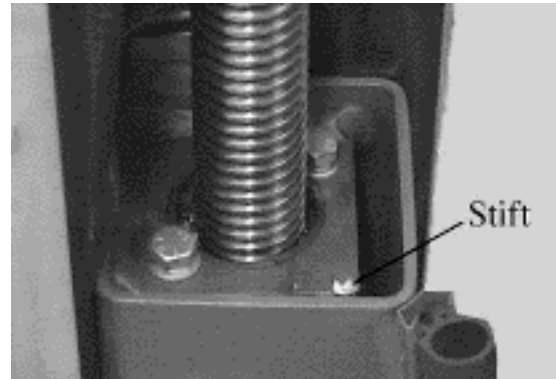
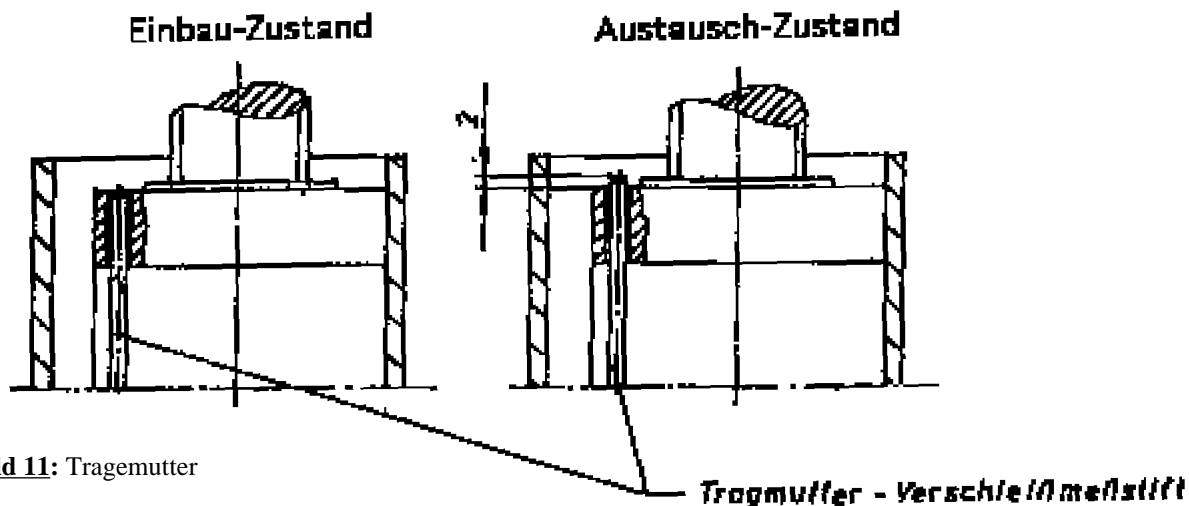

Bild 10: Hubschlitten mit Stift
Bild 11: Tragmutter
- Tragmutter (Optische Verschleißmessung): Zur Überprüfung der Tragmutter wird zunächst die Abdeckung vor der Hubspindel entfernt. In der Tragplatte ist ein Stift eingebaut (siehe **Bild 10**). Dieser muß mit der Oberkante der Tragplatte (im
Hubschlitten oben) bündig sein (Einbau-Zustand siehe **Bild 11**). Schaut nun der Stift bei der jährlichen Prüfung 2 mm nach oben heraus (Austausch-Zustand siehe **Bild 10**), so muß die Tragmutter zusammen mit der Folgemutter ausgetauscht werden.